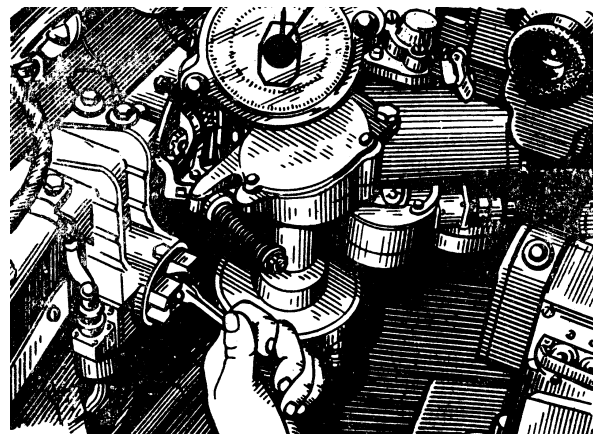

Рис. 31. Зняття (постановка) башти зі стопора (на стопор)
- знімає башту зі стопора, для чого повертає рукоятку стопора вгору до упору (рис. 31);